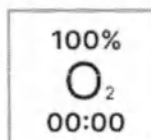

Рисунок 9.13 – Символ процедуры оксигенации
- в поле активных процедур и функций (см. рисунок 9.1) появился символ процедуры оксигенации с установленным значением FiO₂ и таймером обратного отсчета (см. рисунок 9.13).